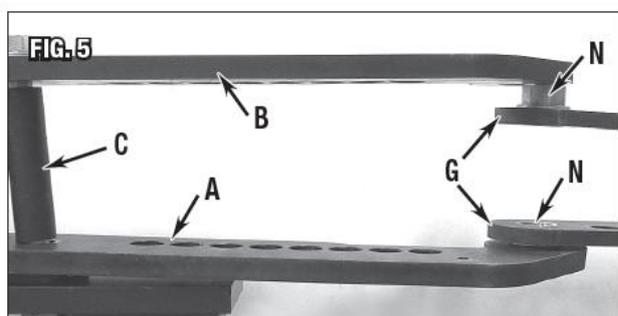

Рис. 5
1. Отвернуть две гайки М18 на концах болтов М18 и развести верхнюю и нижнюю пластины рамы (А) и (В) так, чтобы втулки сдвинулись в отверстиях большого диаметра 32 мм до их фланцев (Рис. 5).
2. Вставить ось шарнира (R) $\text{Ø}1\text{"x}6\text{-}1/2\text{"}$ [$\text{Ø}25\text{x}165\text{ мм}$] в обе втулки.
3. Потянуть верхнюю и нижнюю пластины рамы вместе с внутренним болтом, оставляя внешний М18 болт и распорную втулку $\text{Ø}1\text{"x}4\text{"}$ [$\text{Ø}26\text{x}102\text{ мм}$] (Рис. 5).